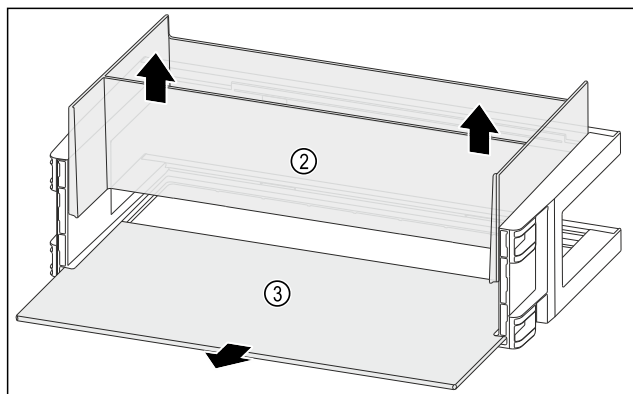

Fig. 109
- Свалете органайзера Fig. 109 (2) нагоре.
- Свалете рафта Fig. 109 (3).